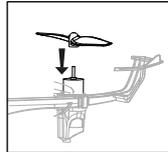

Bild 3
2. Setzen Sie den Propeller wie in Bild 3 gezeigt mit der richtigen Drehrichtung auf und schieben ihn ganz nach unten wie in Bild 4 gezeigt.